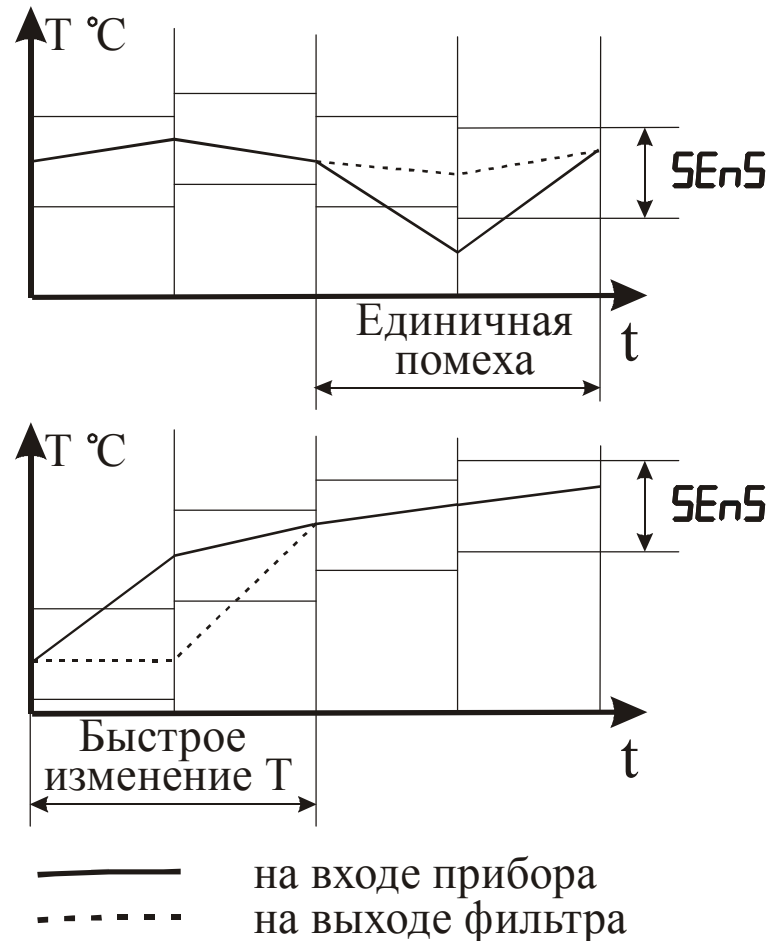

Рисунок 3.9 – Работа фильтра при воздействии случайной помехи и быстром изменении сигнала
3.3.2.8 С целью уменьшения влияния случайных импульсных помех на показания в прибор введена цифровая фильтрация. Работа фильтра описывается параметром “Полоса фильтра”. Если текущее значение температуры отличается от результатов предыдущего измерения на значение, которое превышает указанное в параметре “Полоса фильтра”, то проводится повторное измерение температуры, а на индикаторе остается старое значение (см. рисунок 3.9).